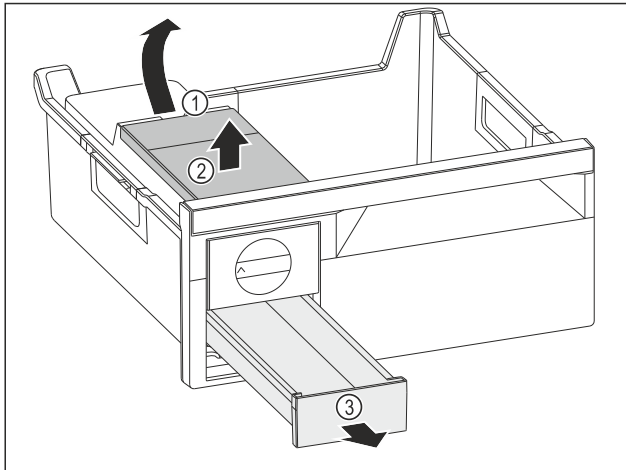

Fig. 82
- Wassertank entnehmen: Wassertank an der Aussparung Fig. 82 (1) anheben.
- Wassertank Fig. 82 (2) nach oben entnehmen.
- Eiswürfelschubfach Fig. 82 (3) nach vorne entnehmen.